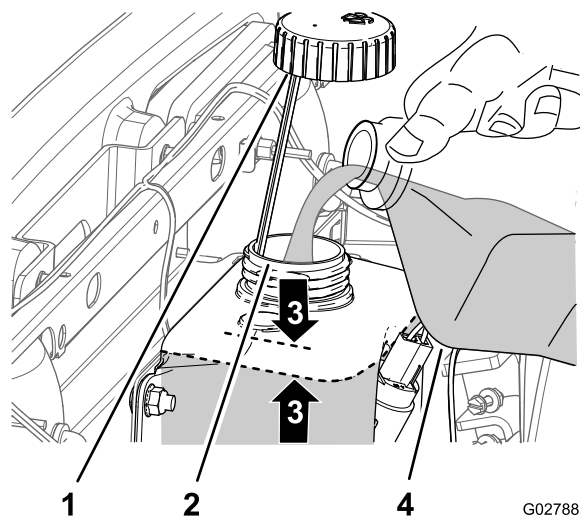

図 52
2. ウォッシャー液タンクのキャップを取る 図 52。
3. 補給口からタンクへ、水またはウォッシャー液を補給する。タンクの上から 25mm 程度したまで補給する 図 52。
4. 補給口にキャップをしっかりと取り付ける 図 52。